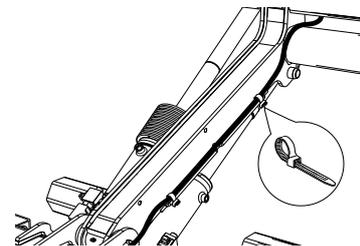

Figura 53. Montaje del cableado
3. Tienda el(los) cable(s) a lo largo del brazo primero y móntelo con bridas como se indica en Figura 53. A continuación, tienda el cable hasta el grupo hidráulico a lo largo del lado delantero de la estructura del elevador y móntelo junto con los cables existentes utilizando bridas.